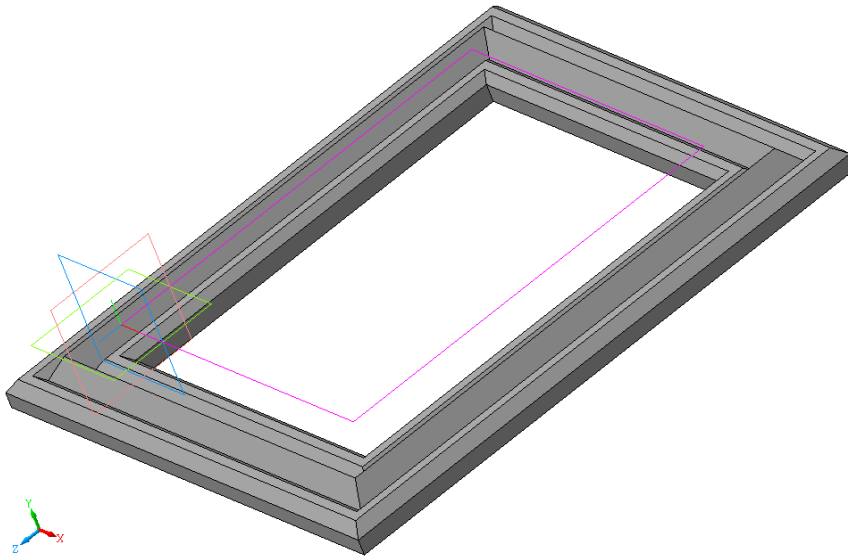

Рис. 4.9. Деталь Рамка для фотографии.
3.11. Нажмите кнопку **Создать объект**. Деталь Рамка построена - рис. 4.9. Чтобы увидеть деталь целиком, нажмите на панели управления кнопку  **Показать все**.